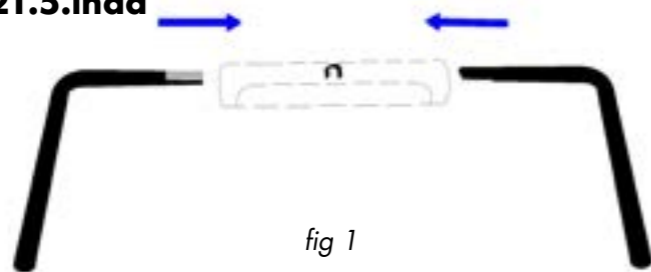

fig 1
Passo 2: Introduzir as 2 varetas no cabo de plástico (fig. 1)
passo 3: Colocar as hastes metálicas na boca da pega de elevação. As suas formas são feitas para encaixar na perfeição: verificar se estão na direcção certa. As partes perfuradas das hastes vão para o barbecue (fig 1).